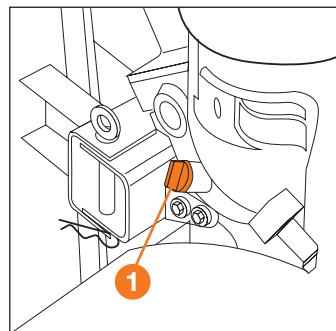
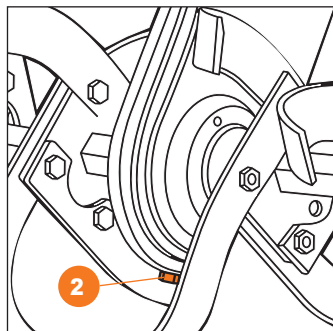

Рис. 20
Рис. 21
Поместите устройство на ровную поверхность и выверните болт-пробку ❶ (Рис. 20) маслозаправочного отверстия в редукторе. Масло должно быть на уровне нижнего края маслозаправочного отверстия. Если уровень ниже необходимого, долейте трансмиссионное масло высокого качества **SAE 80W90, SAE 85W-90**.
- Поместите устройство на ровную поверхность и выверните пробку маслозаправочного отверстия редуктора ❶ (Рис. 20).
- Выверните болт ❷ сливного отверстия редуктора (Рис. 21).
- Закрутите болт ❷ (Рис. 21) и залейте новое масло в маслозаправочное отверстие ❶ (Рис. 20) до необходимого уровня.